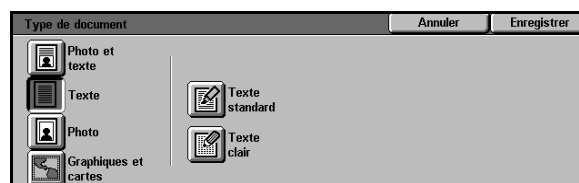

Figure 7 : Écran de paramétrage Texte
- 2 Sélectionnez l'icône **Texte** pour accéder à l'écran de paramétrage illustré à la figure 7.